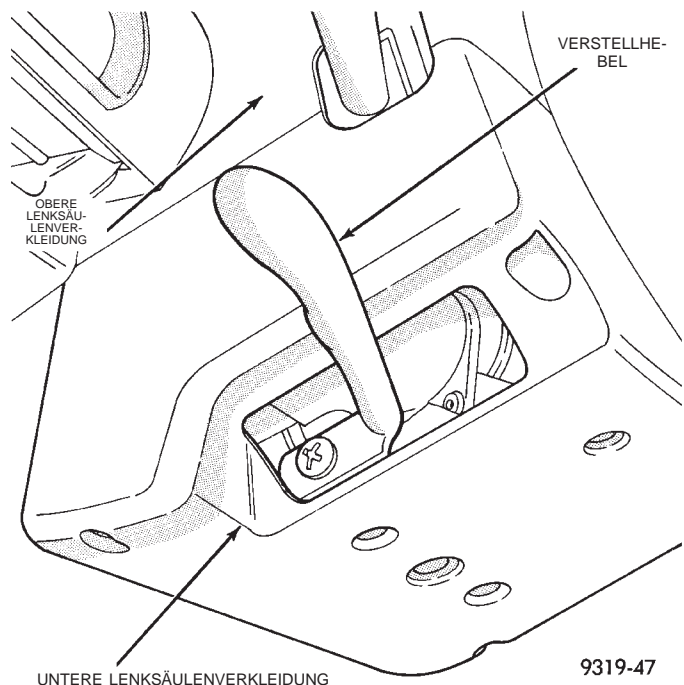
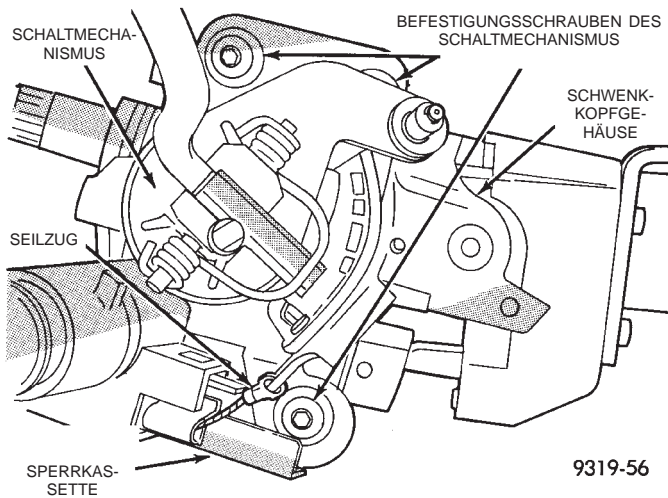

Abb. 27 Obere und untere Lenksäulenverkleidung
Abb. 28 Befestigung des Schaltmechanismus am Gehäuse des Schwenkkopfs
(1) Verstellhebel, obere und untere Lenksäulenverkleidung von der Lenksäule abbauen (Abb. 27). Die Blende für die Lenksäulenöffnung ausbauen.
(2) Schaltseilzug vom Zapfen am Schalthebel aushängen.
(3) Einsteller des Schaltseilzugs lösen.
(4) Die drei Torx-Schrauben lösen, mit denen der Schalthebel am Gehäuse der Lenksäule befestigt ist (Abb. 28). Den Schalthebel vom Gehäuse des Schwenkkopfs abbauen und den Seilzug der Sperrkassette aus dem Schalthebel aushängen (Abb. 28).
(1) Neuen Schalthebel am Gehäuse des Schwenkkopfs anbauen. Die drei Torx-Schrauben, mit denen der Schalthebel befestigt wird, eindrehen und festziehen.
(2) Den Sperrseilzug einer **NEUEN** Sperrkassette am entsprechenden Hebel am Schaltmechanismus einhängen (Abb. 28).
(3) Schalthebel in Stellung "PARK" bringen und Zündschlüssel abziehen. Die neue Sperrkassette an der Lenksäule einbauen. Sicherstellen, dass die Haltenase der Sperrkassette völlig eingerastet ist.
(4) Den Schaltseilzug am Zapfen des Schalthebels einhängen.
(5) Sperrkassette einstellen. Näheres zur Funktionsprüfung und zur Einstellung des Sperrsystems siehe Kapitel 8, "Elektrik", im Abschnitt "Zündschalter und Sperrmechanismus".
(6) Einsteller des Schaltseilzugs arretieren.
(7) Obere und untere Lenksäulenverkleidung an der Lenksäule und am Verstellhebel montieren (Abb. 27).